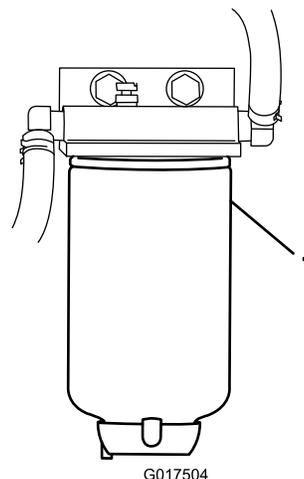

Рисунок 39
3. Отверните топливный фильтр с кронштейна (Рисунок 39).